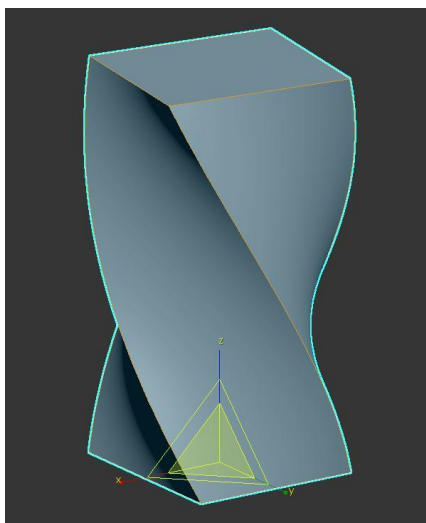

Рисунок 84 - Модификация объекта с помощью модификатора Вращение
- Модификатор **Вращение (Twist)** – модификатор скручивающий объект вокруг выбранной оси (рис. 84)